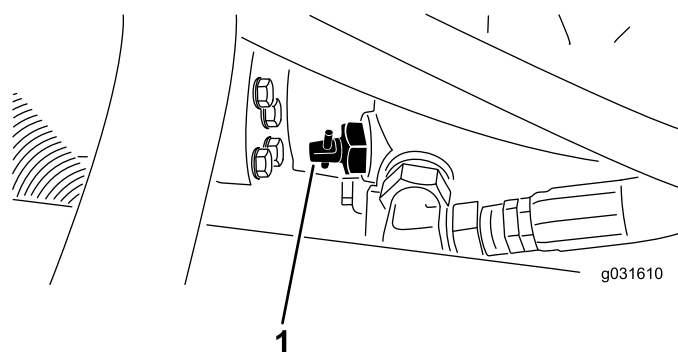

Figure 28
1. Localisez la vanne de dérivation sur la pompe (Figure 28) et desserrez-la en la tournant de 90° (1/4 de tour).